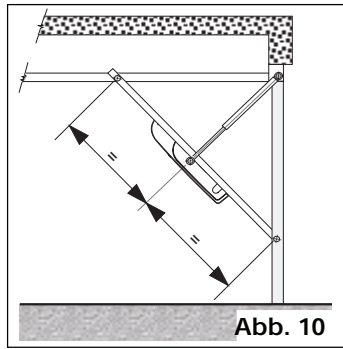

Abb. 10
• **Kipptor mit Decken-laufschiene (Abb. 10)**